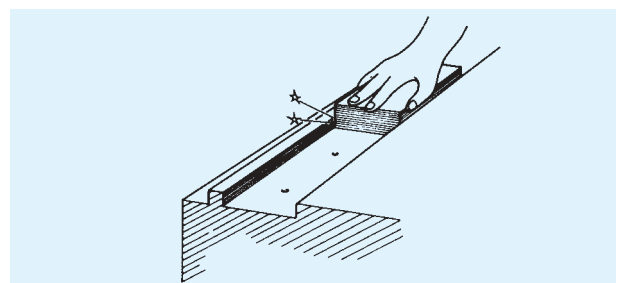

Abb. 6 Montagefläche reinigen
① Die Montagefläche mit einem Ölstein abziehen, sowie Grate, Unebenheiten und Schmutz entfernen (siehe Abb. 6).